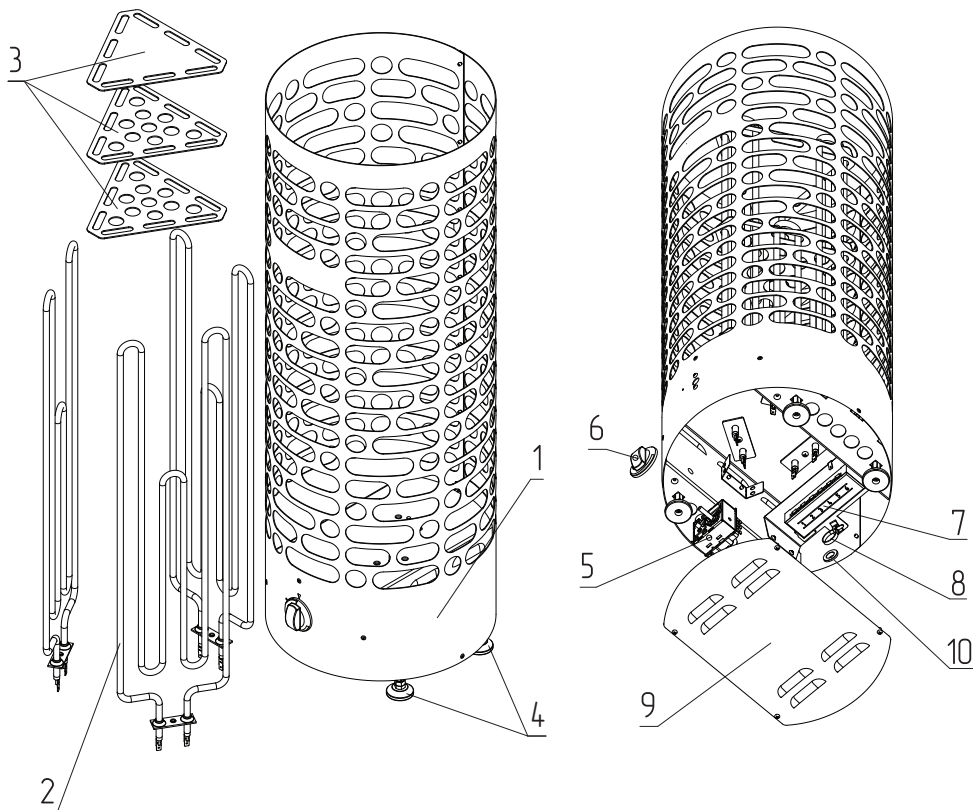
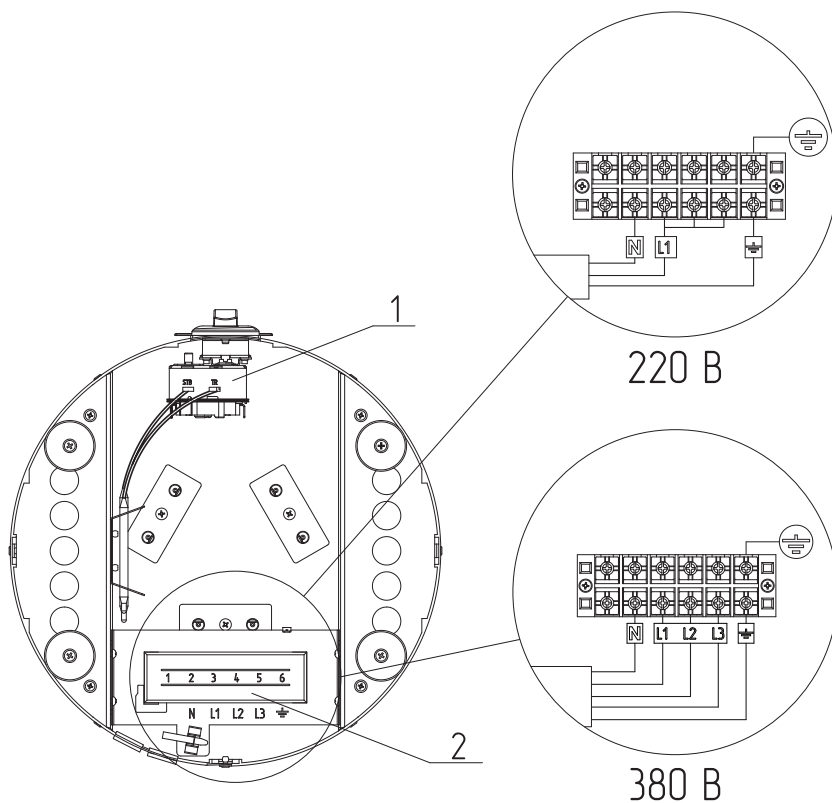

Рис.1 Устройство электрокаменки ZOTA MUZA-T
Рис.2 Органы управления электрокаменки ZOTA MUZA-T
- Подключение электрокаменки осуществляется как к однофазной 220 В, так и к трёхфазной 380 В сети через контактные колодки (**Рис.2, поз.2**), находящиеся внутри основания и закрытые крышкой (**Рис.1, поз.9**);